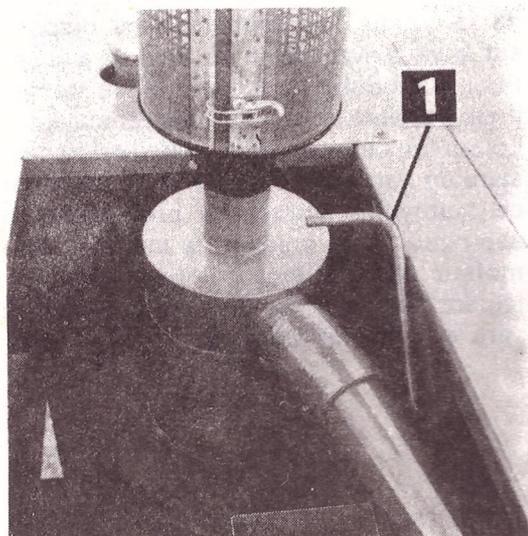
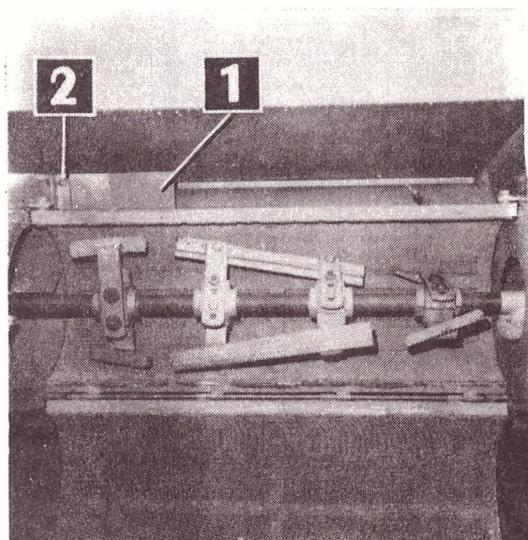

FIG. 27
FIG. 28
L'insertion et l'élimination de l'émondoir s'obtiennent en tirant ou en poussant la poignée (1, fig.27) située à côté du préfiltre à air. Quand on travaille avec l'émondoir hors circuit, sur produit à haut rendement, il faut fermer également la trappe (1, fig.28) en enlevant les vis (2) et en l'enfilant retournée dans la fente ; remonter les vis (2).